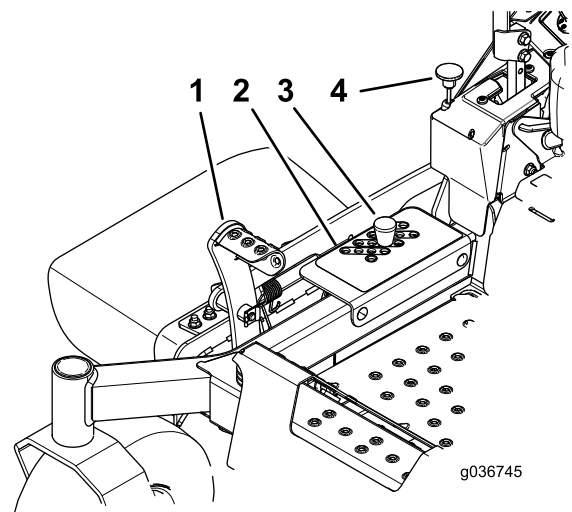

Bild 30
2. Treten Sie mit dem Fuß auf das Mähwerkhubpedal und heben Sie das Mähwerk in die TRANSPORT-Stellung an (d. h. die Schnitthöhe von 127 mm), wie in Bild 30 abgebildet.
3. Entfernen Sie den Stift aus der Schnitthöhenhalterung (Bild 30).
4. Wählen Sie ein Loch in der Schnitthöhenhalterung, das der gewünschten Schnitthöhe entspricht, und stecken Sie den Stift ein (Bild 30).